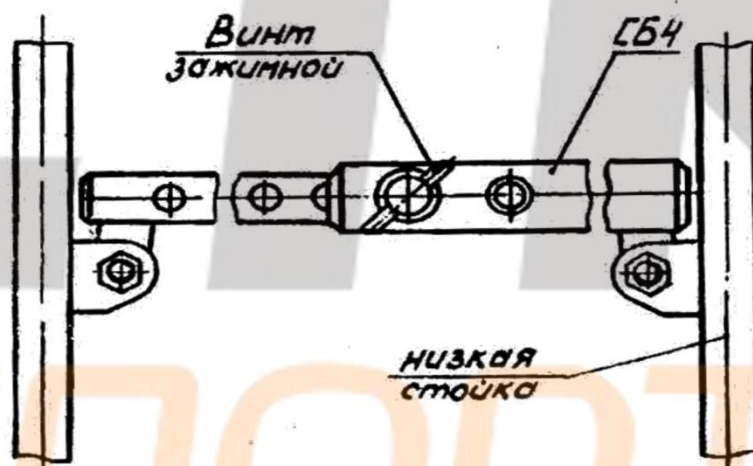

Рис. 5
3. Механизм разведения представляет собой две трубы, одна из которых перемещается внутри другой. Фиксация их осуществляется зажимным винтом (см. рис. 5), который обеспечивает разведение стоек на необходимое расстояние.
4. Механизм разведения с ушками на трубах устанавливается в скобы на стойках и крепится болтами с гайками и шайбами (см. рис. 5) таким образом, чтобы зажимной винт находился с наружной стороны брусьев. Механизм разведения обеспечивает расстояние 900...1400мм между жердями в зависимости от установки на соответствующее деление выдвигной трубы, цифры на ней указывают на расстояние в сантиметрах. Для удобства установки размера и фиксации механизма предусмотрено смотровое отверстие.
- расставьте основания со стойками таким образом, чтобы центры стоек совпадали с центрами разметочных окружностей (см. рис. 5);